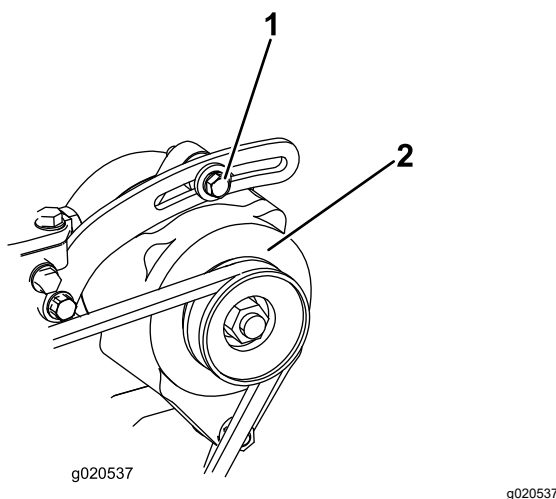

Figura 91
1. Si la desviación no es de 10 mm, afloje los pernos de montaje del alternador (Figura 91).